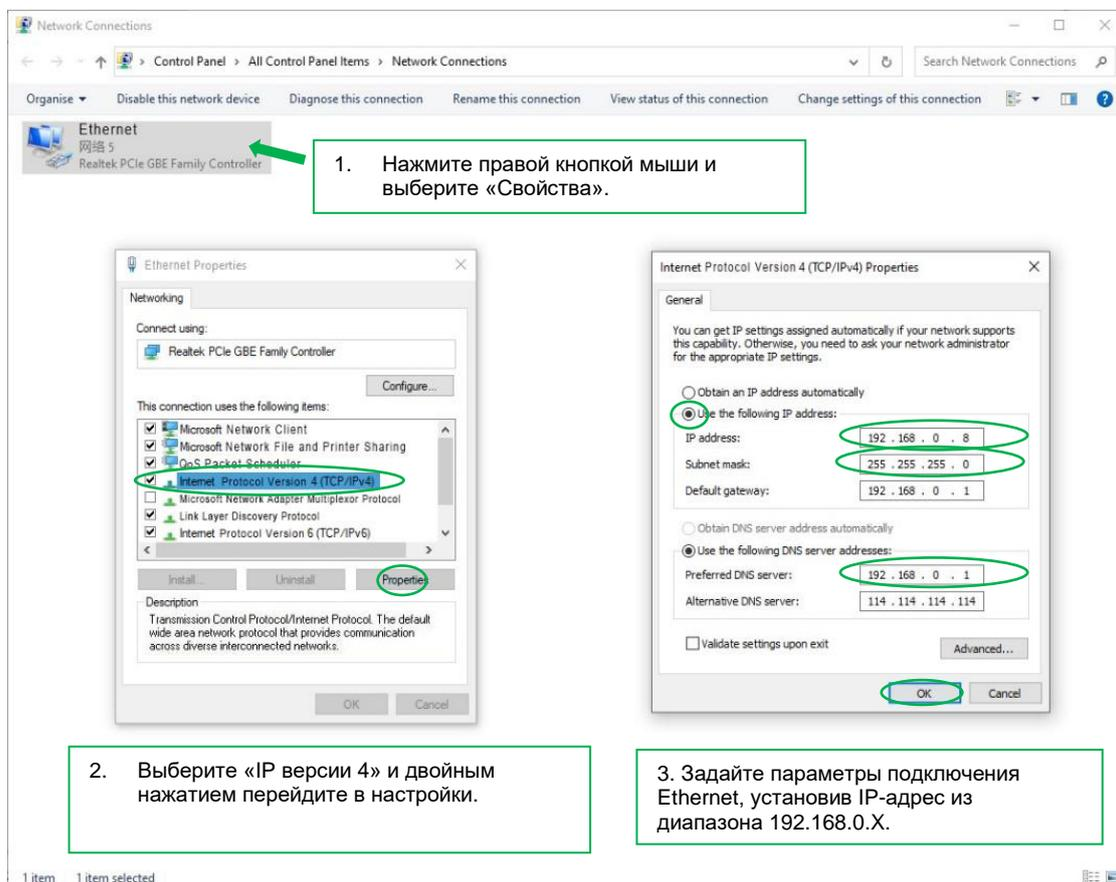

Рис. 1 – настройка свойств подключения Ethernet
- 2) Задайте параметры подключения Ethernet, установив IP-адрес из диапазона 192.168.0.X (см. рис. 1)